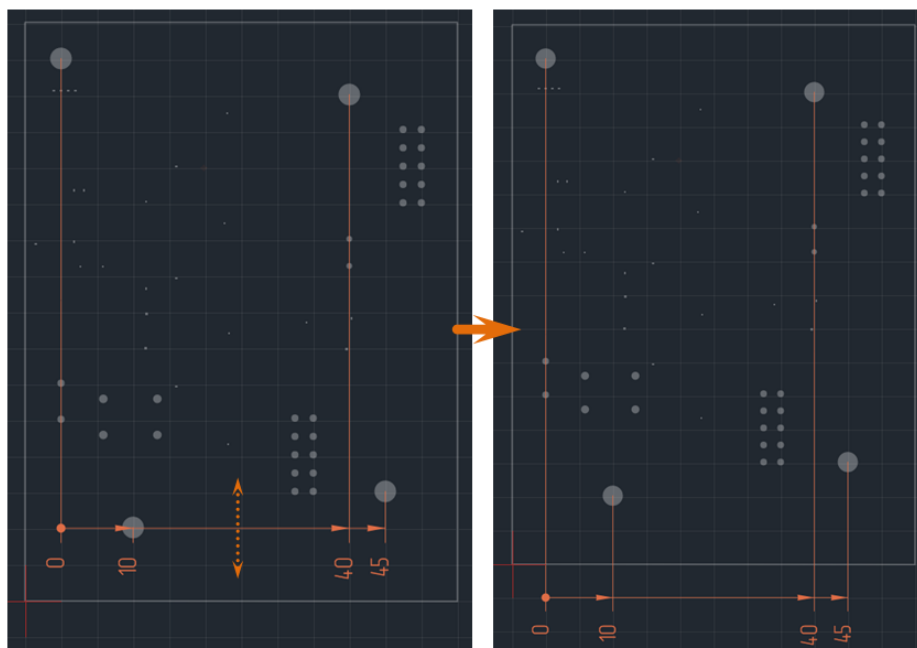

Рис. 447 Определение длины и направления выносных линий
6. Установите длину и направление выносных линий, перемещая курсор. Возможный вид размерной линии будет отображаться на экране, см. Рис. 447.